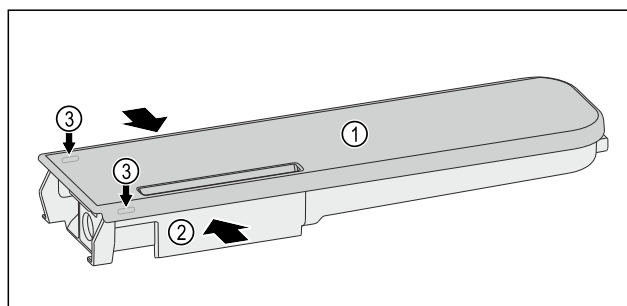

Fig. 123
- Стиснете резервоара за вода Fig. 123 (2) и внимателно откачете и изтеглете нагоре капака Fig. 123 (1) над фиксиращите палци Fig. 123 (3).
- Раздвижете капакa Fig. 123 (1) леко напред-назад и го свалете нагоре.